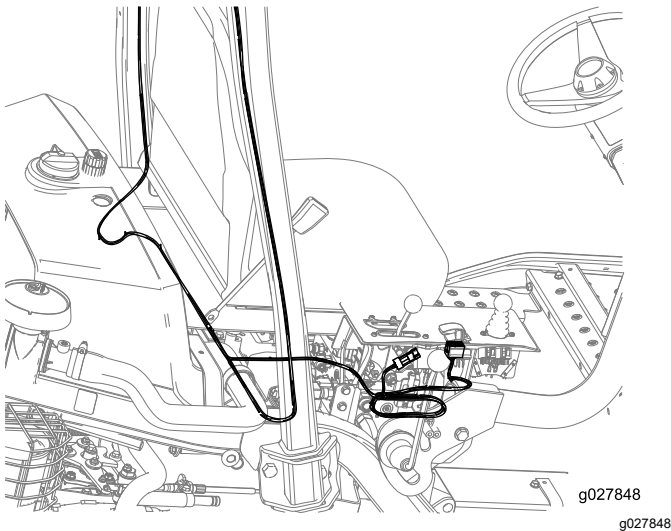

**Figura 4**
1. Enrute el arnés de cables junto al ROPS y por debajo del asiento, tal y como se muestra en la Figura 3, la Figura 4, o la Figura 5.